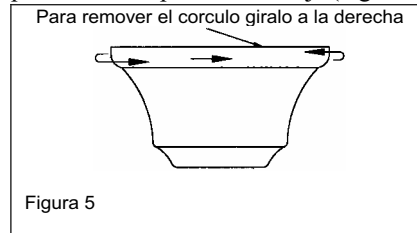

Figura 5
1. Retire el anillo de la marquesina girándolo hacia la derecha hasta que se desenganche (Figura 5).